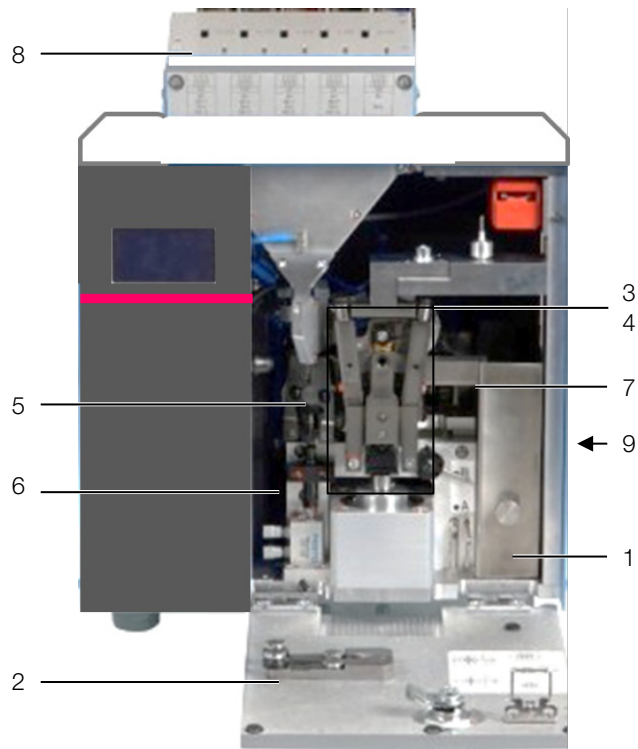

Fig. 16 : vue d'ensemble des points d'entretien
- Desserrer les vis et enlever le couvercle (fig. 16, pos. 8).